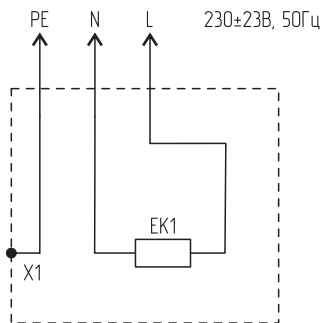

Рисунок 4. Электрическая схема обогревателя
Минимальное расстояние от обогревателя до пола (см. рис. 4), м	2,0
5.2. Схема электрических соединений и узлов показана на рис. 4.